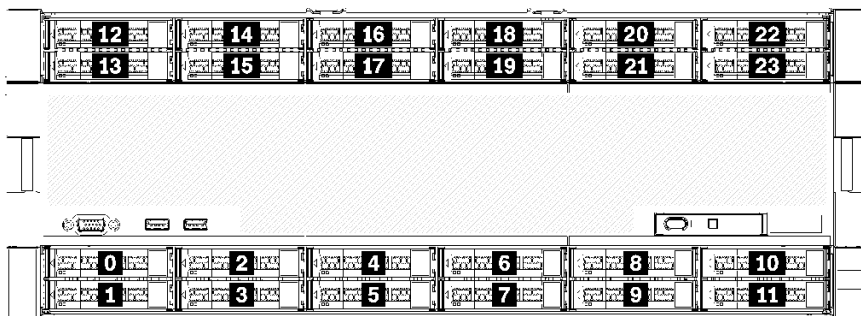

图 11. 硬盘插槽位置
- 顶部两个硬盘支持 SAS、SATA 或 NVMe 接口硬盘（Lenovo AnyBay）。服务器可支持最多 12 个 NVMe 硬盘，具体取决于服务器配置。支持 NVMe 的硬盘插槽是具有偶数编号的插槽，如第 22 页图 11 “硬盘插槽位置” 中所示。